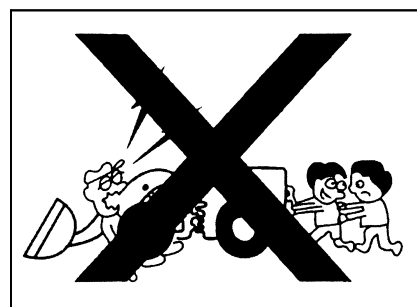

Рис.2-24
- При регулировке давления, постараться уходить далеко от шины, при регулировке необходимо стоять за шиной. (Рис.2-24)